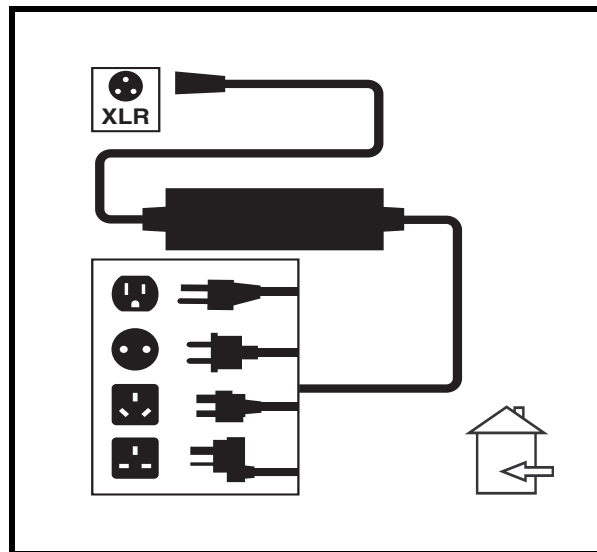

Figura 23. Caricamento della batteria
3. Collegare il caricatore esterno con la presa per caricabatterie esterno/programmazione sulla centralina. **Vedere figura 23.**